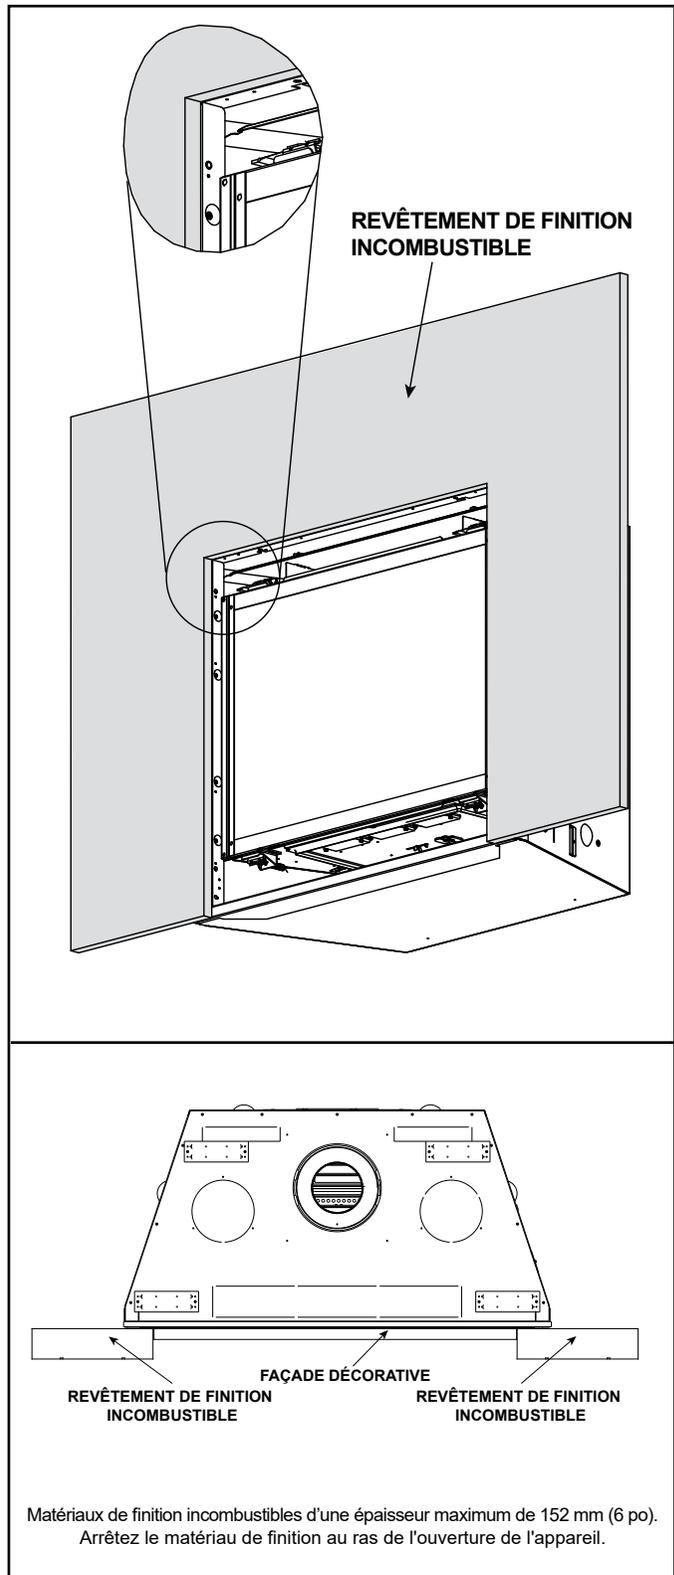

Figure 10.14 Méthode d'ajustement intérieur
- B. Finition d'un matériau d'une épaisseur de 0 à 152 mm (0-6 po) : Utilisez cette méthode avec les façades à ajustement intérieur. Les bandes de finition ne sont pas nécessaires. Voir la figure 10.14.